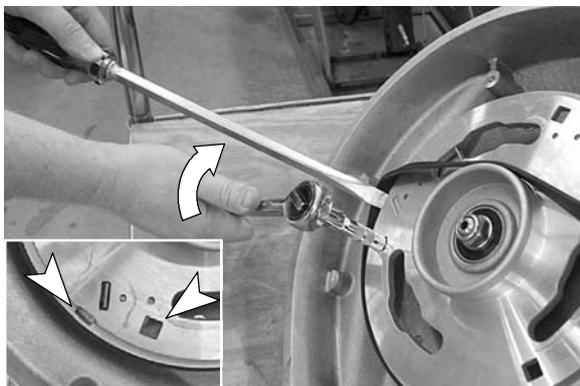

ABB. 70
- Verwenden Sie zum Anbringen des Riemens eine Ratsche mit Steckgriff und einen großen Senkkopfschraubendreher wie abgebildet. Der Nabenantrieb ist mit Werkzeugschlitz ausgestattet (Abbildung 70).